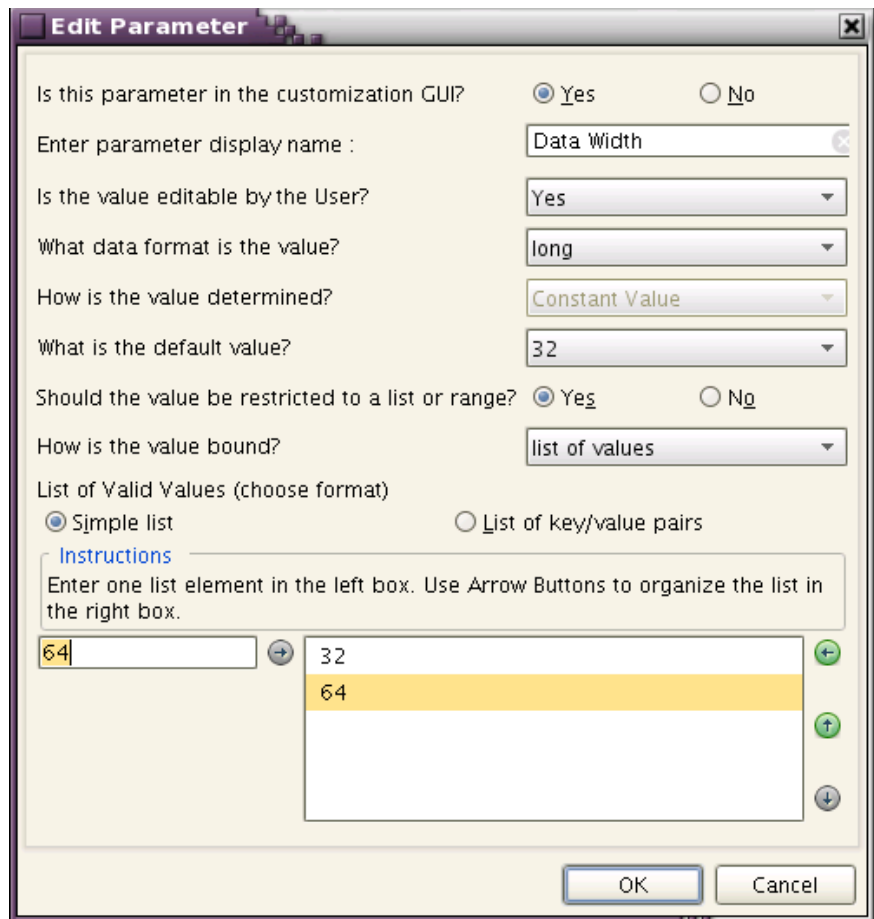

図 20 : AXI4 マスターの [Edit Parameter]
3. [Edit Parameter] で次のように各フィールドを更新し (図 20)、[OK] をクリックします。これらのフィールドによって GUI が更新され、AXI データ幅のパラメーターの選択肢が 2 つに限られます。